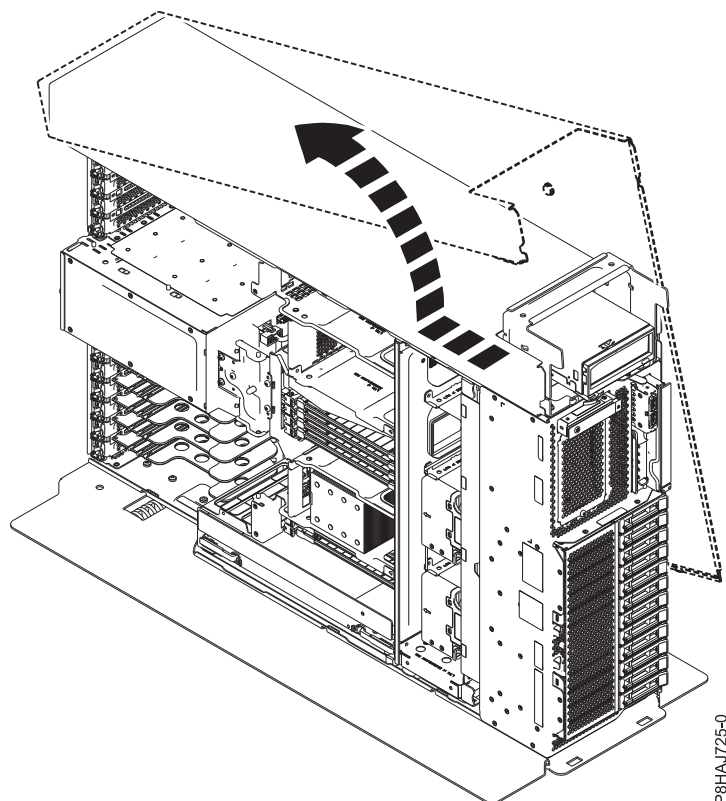

図 20. 8286-41A のサイド・カバーの取り外し
5. サイド・カバーを、図 20 に示されている方向へスライドさせて、システムから外します。